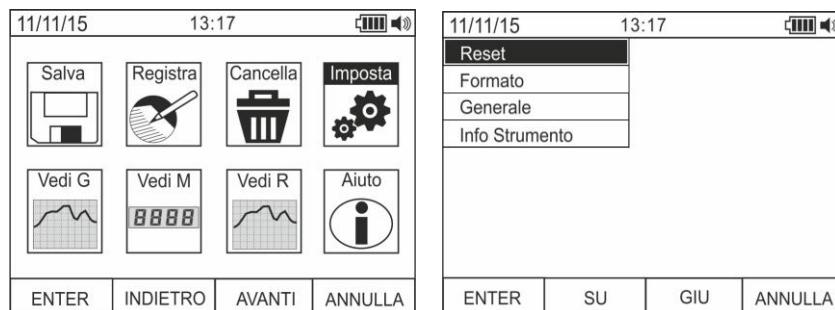

Fig. 13: Impostazioni generali dello strumento
17. Usare i tasti **F2** o **F3** per selezionare l'icona “Imposta” e premere il tasto **F1** (vedere Fig. 13 – parte sinistra)